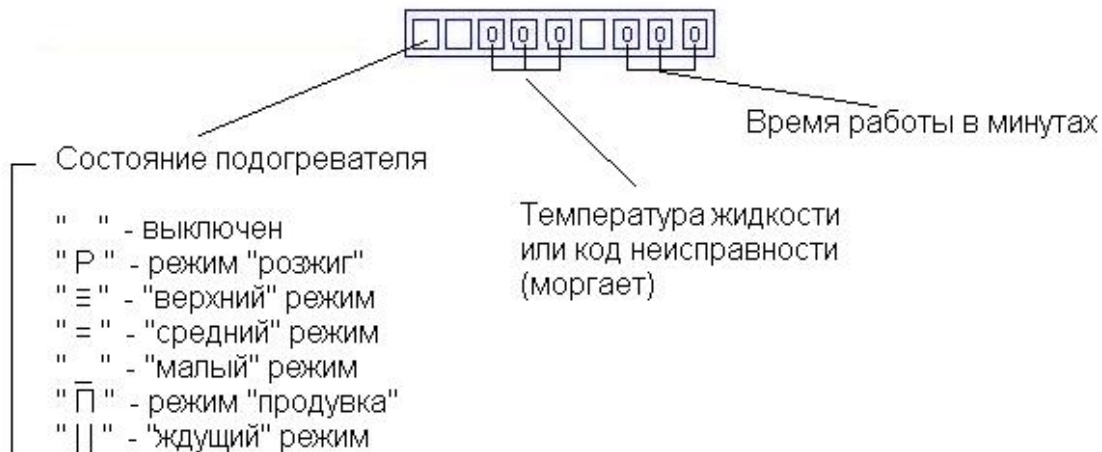

Рис.4 — Вид индикатора после запуска в режиме индикации времени работы подогревателя
2. Для начала проверки необходимо нажать кнопку «ПУСК/КОР» - подогреватель начнет работу, при этом индикатор может принимать следующий вид (см. рис.4).